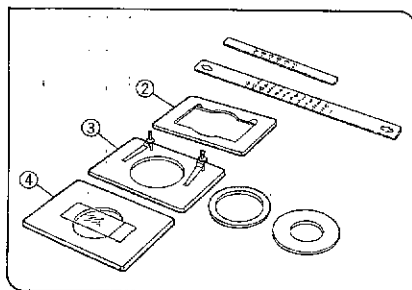

図 59
◎マイクロテストプレート以外の容器を保持するためにオプションで各種ホルダを用意しています。テラサキプレート(72穴、60穴)用にはテラサキプレートホルダ②を使用する場合、付属の目盛板を交換する必要があります。φ35, φ54, φ65ペトリディッシュ用にはペトリディッシュホルダ③、スライドガラス用にはスライドガラスホルダ④があります。(図59)